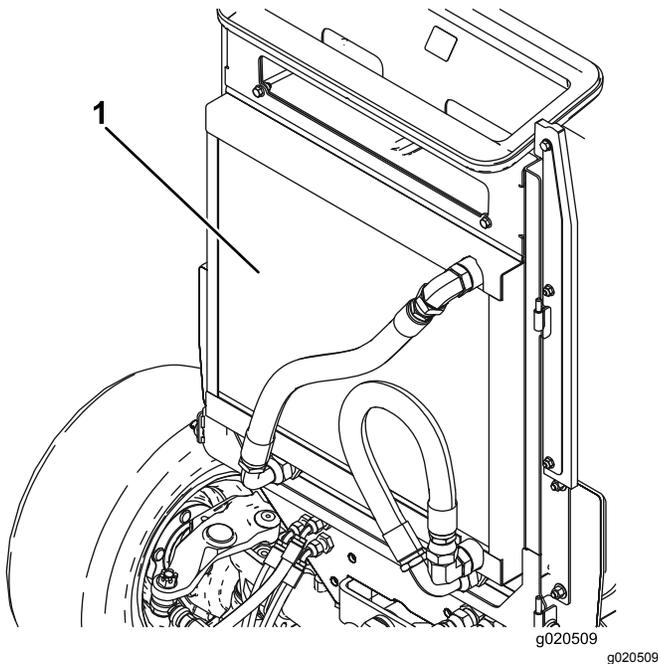

図 65
3. オイルクーラとラジエターの裏表を圧縮空気で丁寧に清掃する 図 65。